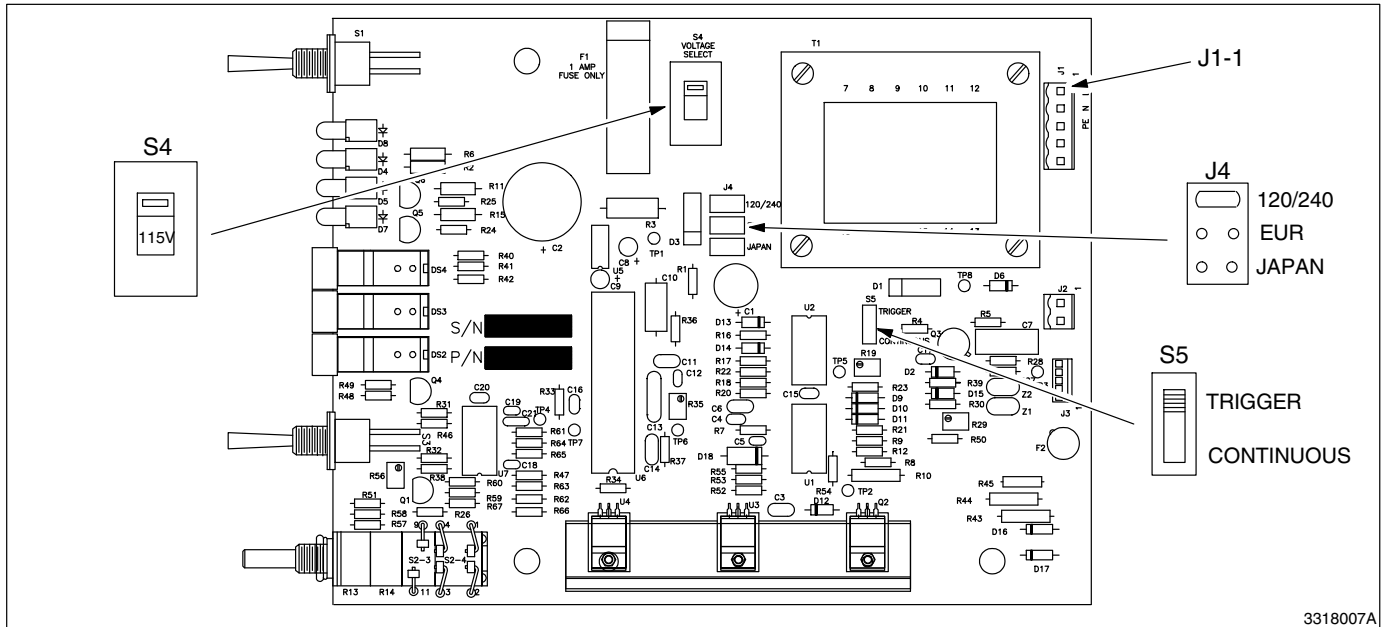

Fig. 3-2 Réglages du bloc de pontage et des commutateurs
2. Régler l'unité de commande en fonction de l'application considérée à l'aide des blocs de pontage et des commutateurs représentés sur la figure 3-2 et expliqués dans le tableau 3-1.
La tension nominale d'entrée doit être de 100-240 V alternatif, 1 Ø, 50/60 Hz. Les commutateurs et les cavaliers doivent être placés comme indiqué sur la figure 3-2. A la livraison, l'unité de commande est configurée pour du 230 V alternatif.